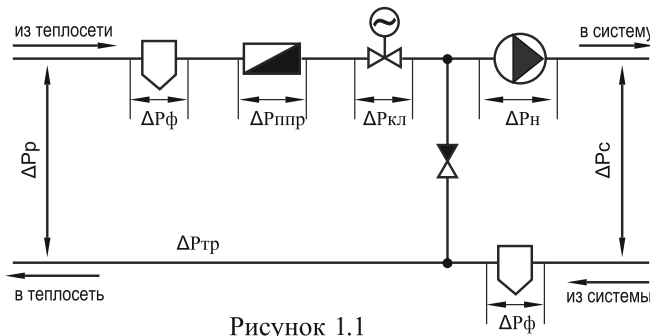

Рисунок 1.1
- в системах с зависимым присоединением потребителя (к примеру системы отопления) двухходовой клапан следует устанавливать на подающем трубопроводе (Рис. 1.1), перепад давления на клапане $\Delta P_{\text{ккл}}$ будет равен: